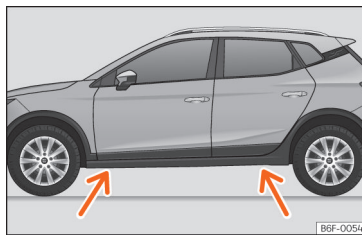

Fig. 197 Pontos de apoio do macaco.
- Procure na longarina a marca do ponto de apoio do macaco (zona afundada) mais próximo da roda a substituir » » » Fig. 197.